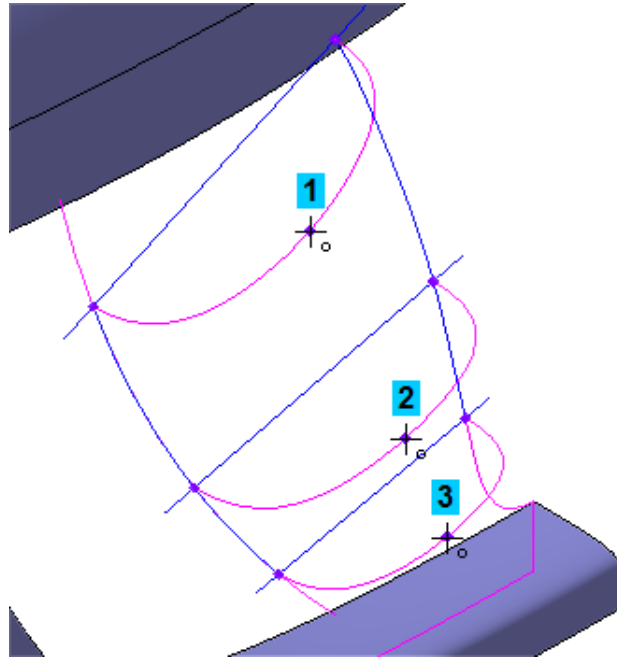

Рисунок 37.
- Укажите три точки, через которые должен пройти сплайн. Курсор должен находиться в режиме выбора точек .(рис.37).